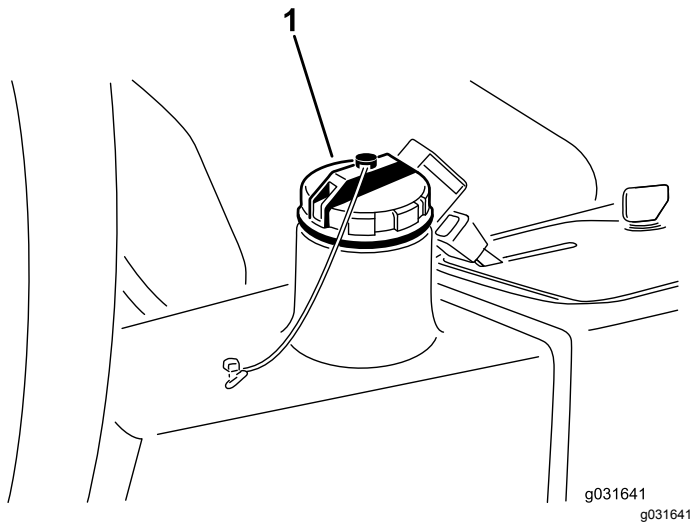

图 65
4. 向液压油箱图 65 注入约 13.2L 液压油请参阅 液压油规格 (页码 41) 和 检查液压油油位 (页码 41)。